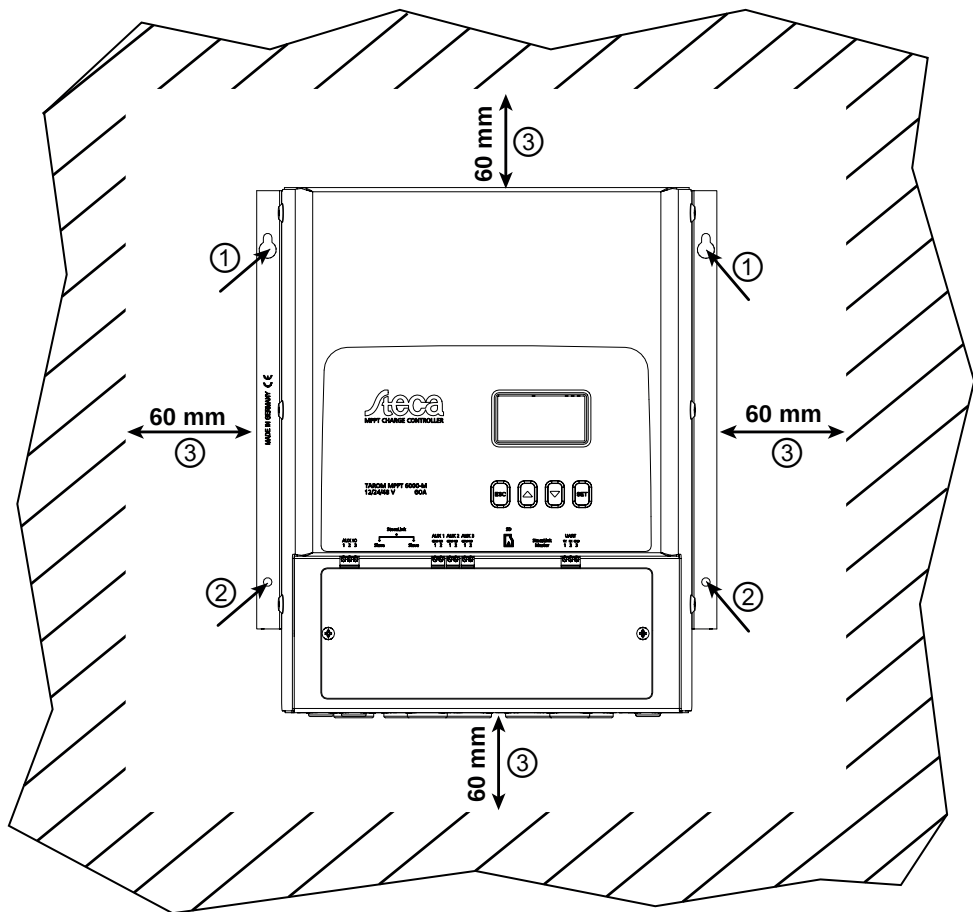

Abb. 5: Befestigungsöffnungen ①/② und Freiräume ③
- Um den Regler ist allseitig ein Freiraum von mindestens 60 mm vorhanden (③ in Abb. 5).
- Nicht durch die Befestigungsöffnungen ①/② (Abb. 5) bohren.
2.  Regler waagerecht an die Montagefläche anlegen und Montagebohrungen durch die Befestigungsöffnungen ①/② in Abb. 5 anzeichnen.